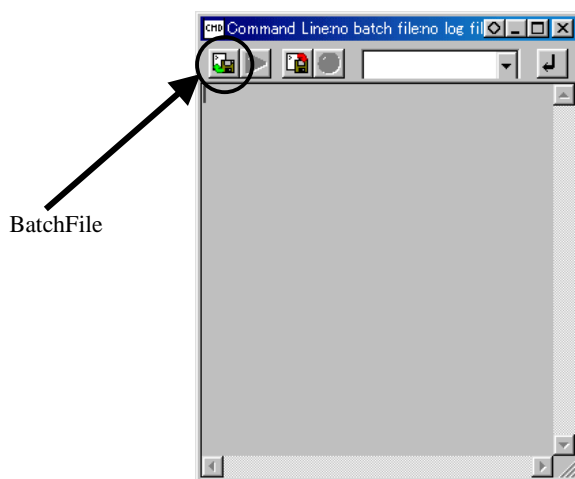

図 3.8 コマンドライン入力
- メニューバーの View CommandLine を選択し、ウインドを開き（図3.8参照）、左上のBatchFileボタンをクリックし、SH7727フォルダ内の“7727e10a.hdc”を指定してください。この操作によりBSCが設定され、SDRAMへのアクセスが可能となります。